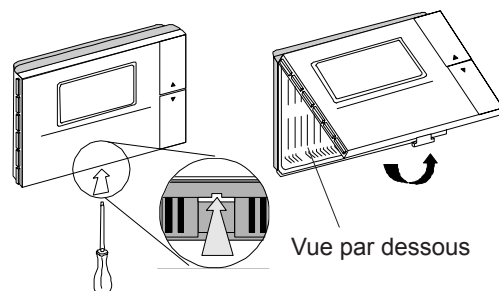

Fig. 8.1
1. Déclipser le couvercle du boîtier de commande à l'aide d'un tournevis comme indiqué sur la fig. 8.1.